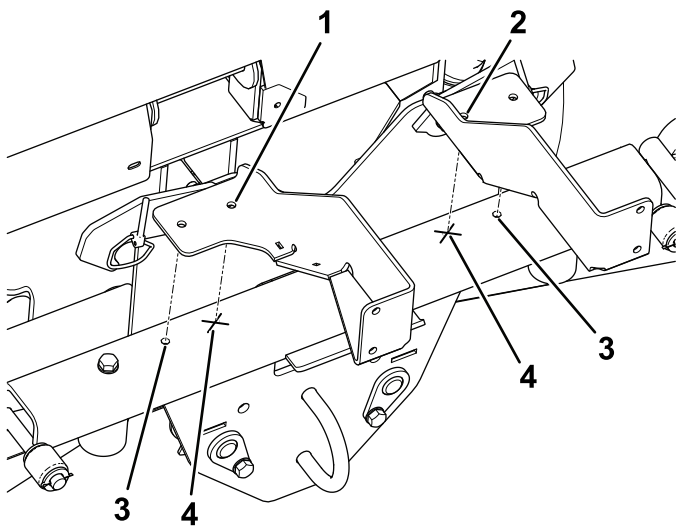

Bild 17
1. Bohren Sie zwei 9 mm große Löcher, wenn Ihre Maschine nicht genug Löcher in der Oberseite der vorderen Platte hat, wie in Bild 17 abgebildet.